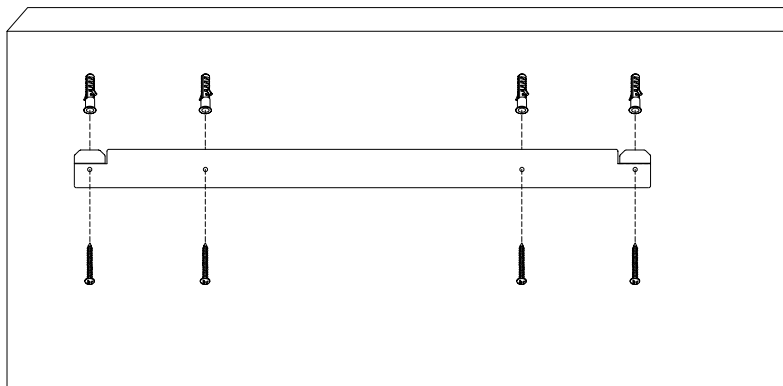

Abb. 4
5. Hängen Sie den Kamin an der Montageleiste auf. (siehe Abbildung 4).